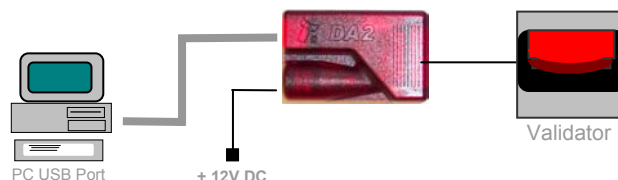

Рисунок 2 - Подключение DA2 к NV7 и PC для перепрограммирования
Если Вы используете операционные системы Windows Pentium™ (© Microsoft and Intel) 98, 98SE, 2000, XP Home или XP Professional, то подключите DA2 к NV7 так, как показано ниже (см. Рисунок 2), используя переходник с NV7 на DA2-разъем. Провод для подачи питания +12(B) на одном конце имеет Джек, 3.5(мм), а на другом два разъема: красный и черный. Подключите +12(B) к разъему красного цвета, а 0(B) к разъему черного цвета.